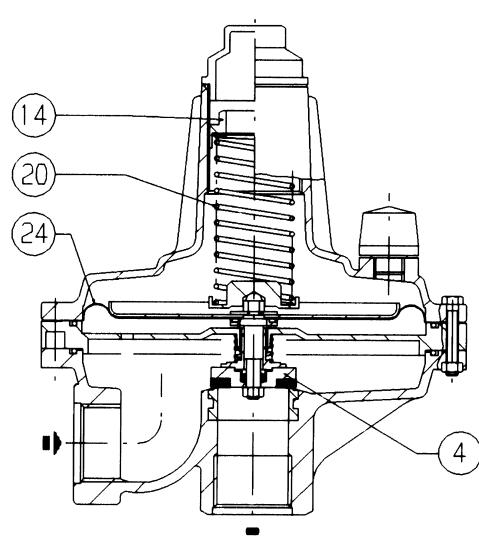

Fig. 4
Natürlich hängt die Menge des abgeblasenen Gases immer davon ab, um wieviel der Überdruck den Einstelldruck überschreitet. Die verschiedenen verfügbaren Abblaseventil-Modelle beruhen alle auf dem gleichen Funktionsprinzip, das nachfolgend anhand des Sicherheitsabblasevents VS/AM (Abb. 4) erläutert wird. Das Funktionsprinzip beruht auf dem Gleichgewicht zwischen der vom Druck des zu überwachenden Gases stammenden Kraft unter der Membrane 24 und der Kraft der Einstellfeder 20. Bei diesem Gleichgewicht wirken das Gewicht des Stellglieds, die statischen Druckkräfte und die dynamischen Restdruckkräfte auf den Ventilteller 4 ein.
*La soupape d'échappement est un dispositif de sécurité qui relache à l'extérieur une certaine quantité de gaz lorsque la pression à l'endroit où est effectué le contrôle dépasse pression d'étalonnage suite à des circonstances passagères comme par exemple la fermeture de vannes de sectionnement durant un temps très court et/ou une surchauffe du gaz avec un débit demande nul. L'évacuation du gaz à l'extérieur peut par exemple retarder ou éviter l'intervention du dispositif de sécurité pour des causes passagères dues à un endommagement du détendeur. Naturellement, la quantité de gaz évacuée dépend de la grandeur de la surpression par rapport à l'étalonnage. Les différents modèles de soupapes d'échappement disponibles se basent tous sur le même principe de fonctionnement qui est décrit ci-après lorsqu'on parle de la vanne VS/AM 55 (fig. 4).*
- 3) Das Ansprechen des Sicherheitsabblasevents überprüfen und gegebenenfalls Einstellung korrigieren. Die Einstellung erfolgt an der inneren Einstellschraube 14 (Abb. 4). Drehen im Uhrzeigersinn erhöht und gegen den Uhrzeigersinn senkt den Auslösewert.